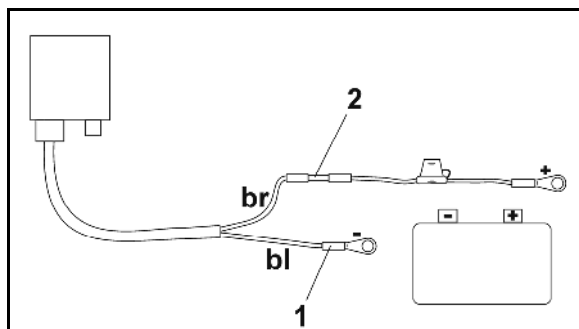

Fig. 17
5. Steek de blauwe draad (massadraad) in een kabelschoentje met oog (Fig. 17/1).
7. Steek de bruine draad (+ 12 Volt) in vrije uiteinde van de krimpkous (Fig. 17/2).
9. Krimpkous (Fig. 17/2) met een warmtebron (aansteker of hete lucht föhn) krimpen tot de lijm naar buiten komt.